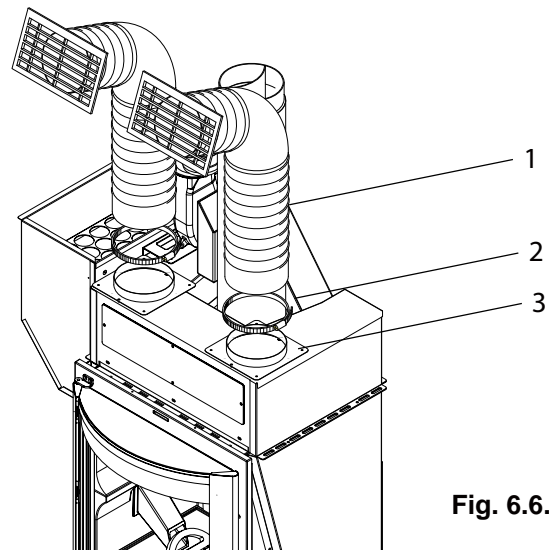

Fig. 6.6.1
Cortarlo a la longitud deseada (no superior a 200 mm) y montar las bocas en los puntos deseados. Fijar el tubo (2) a los collares (3) con las abrazaderas (1) (Fig. 6.6.1).